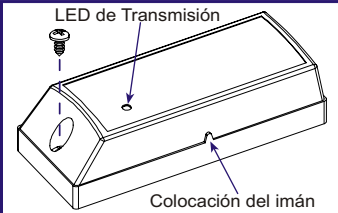

Figura 3. Removiendo el tornillo de cierre de la caja
- Quite el tornillo del recinto de la caja (figura 3)